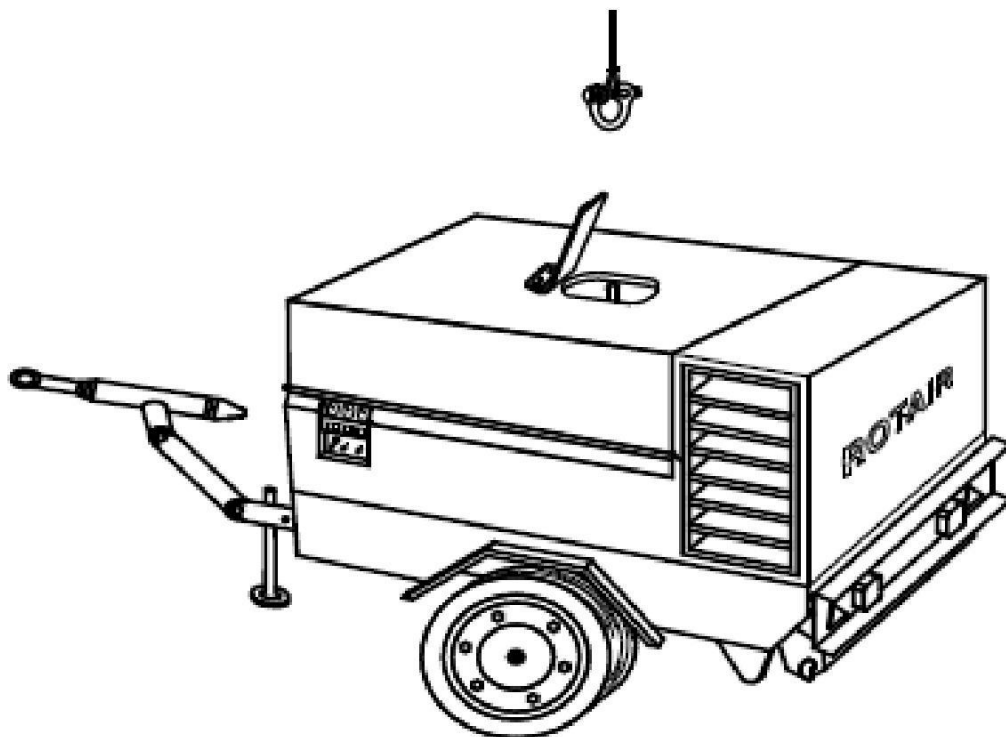

FIG.4
-- 6.1) INSTRUȚIUNI DE RIDICARE (Fig. 4) --
- b) Agățați furca și cablul (fig. 4) la cârligul mijloacelor de ridicare. c) Ridicați unitatea ușor și lin.